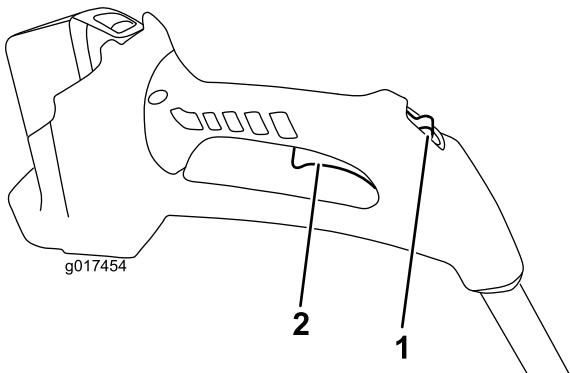

Figura 11
4. Para arrancar la desbrozadora, deslice el interruptor de bloqueo hacia atrás a la posición de Encendido, y apriete el gatillo (Figura 11).